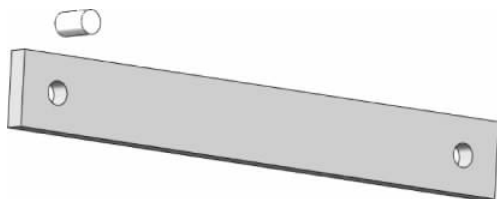

图 3-123 插入连接块 1
(1) 单击【装配体】工具栏中的【插入零部件】按钮 , 弹出【插入零部件】的属性设置。单击【浏览】按钮, 在弹出的【打开】对话框中选择子装配体【连接块 1】, 单击【打开】按钮, 在图形区域的合适位置单击插入, 如图 3-123 所示。